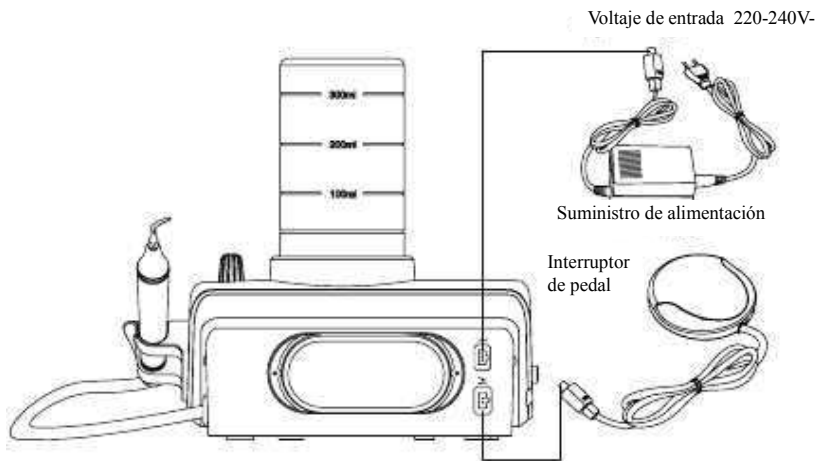

Figura 3
- Inserte el enchufe del interruptor de pedal en la toma (Vea la Figura 3).